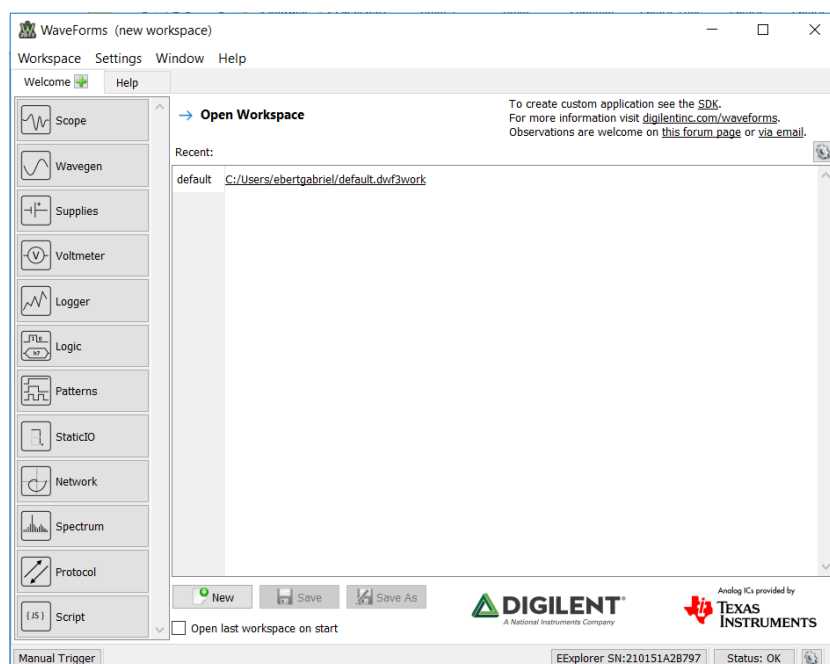

Figura 15. Pantalla de inicio del software WaveForms.
- En cuanto al software WaveForms, antes de iniciarlo conecte la EE Board al ordenador, conecte su transformador y encienda el *switch* (ON); después ejecute el programa y le aparecerá la imagen de la figura 15. Acepte la configuración por defecto de la EE Board.